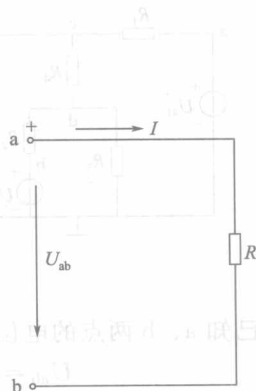

图 1-17 电压的参考方向
⑤ 电压的参考方向根据习惯可用三种方法表示, 如图 1-17 所示。
c. 用双下标字母表示, 图 1-17 可用 U_{ab} 表示其参考方向, 第一个下标 a 表示假定的高电位点, 第二个下标 b 表示假定的低电位点。